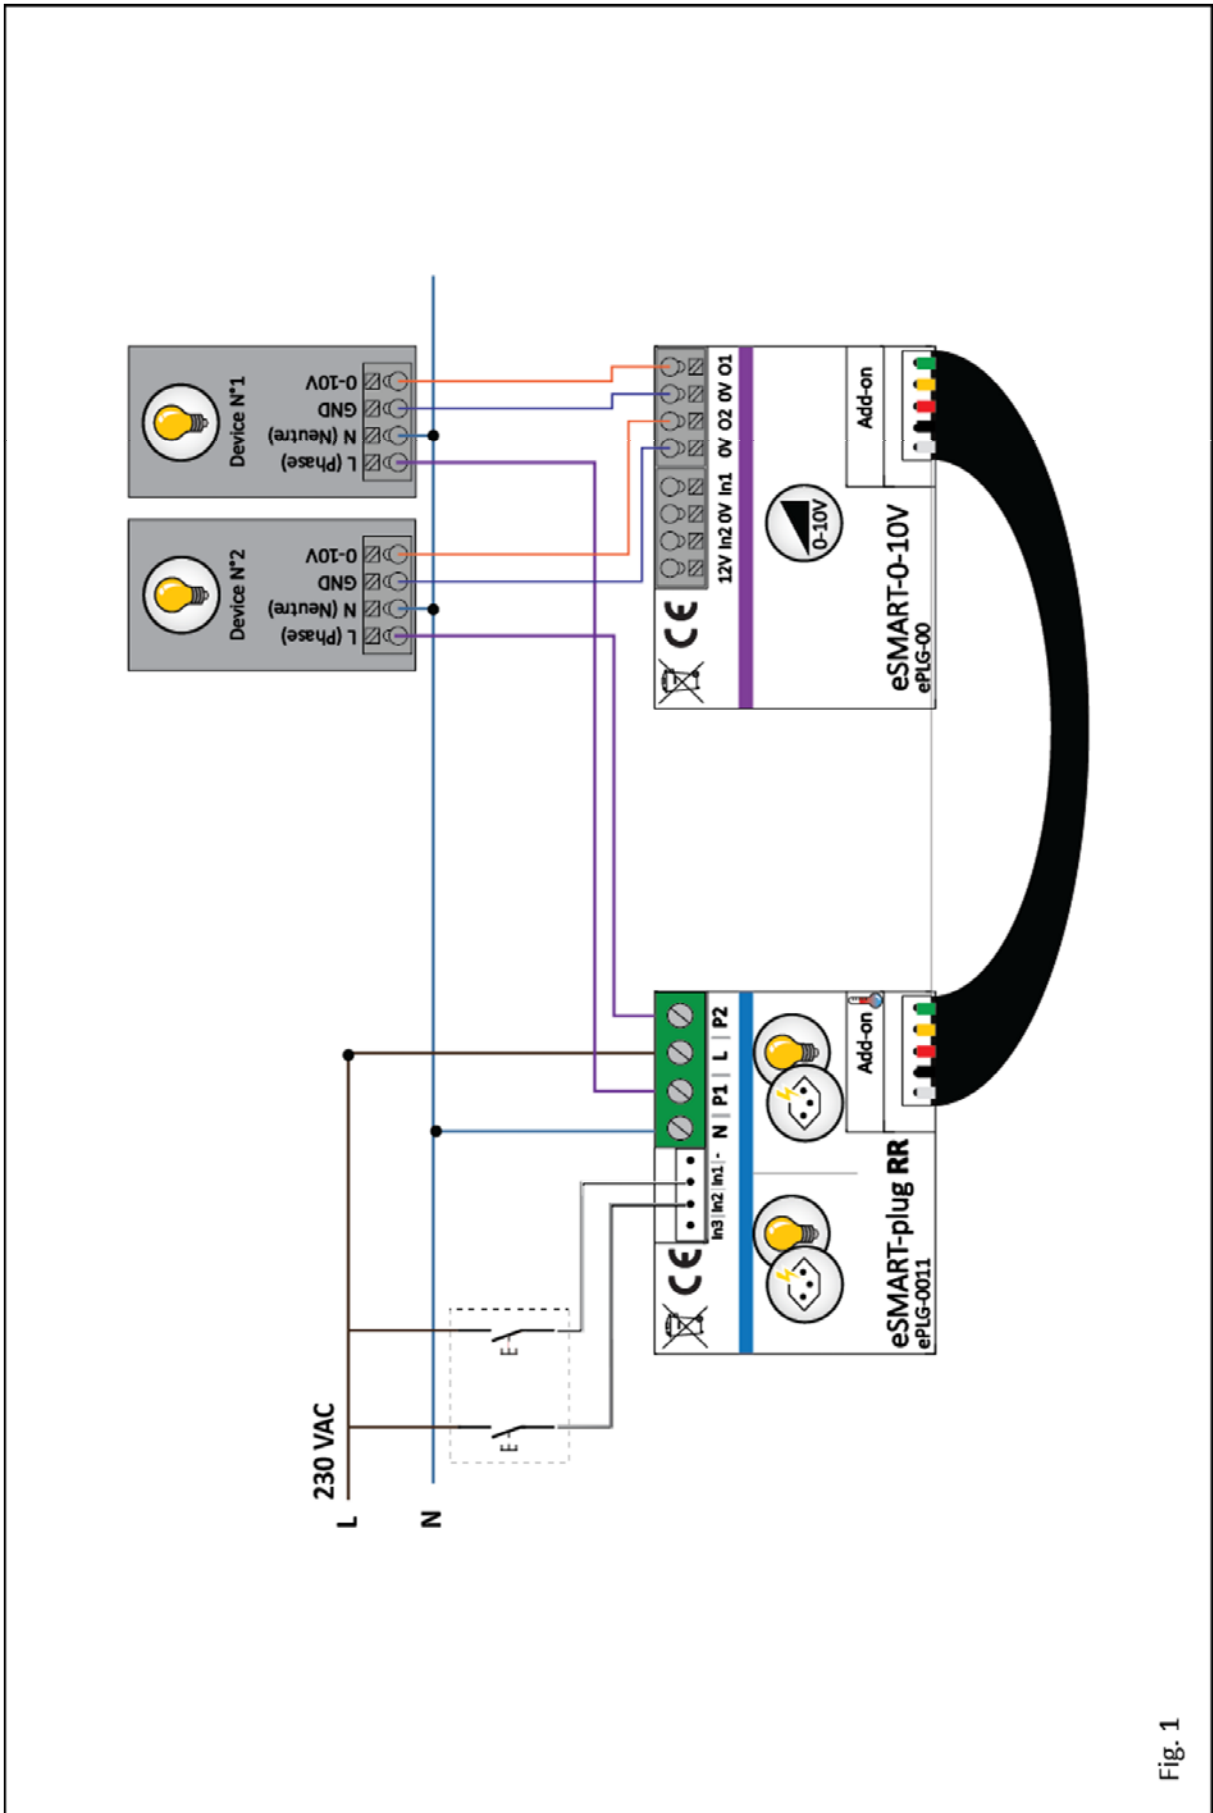

Fig. 1
L'eSMART-analog est composé de 4 bornes à ressort (4, Fig.1). L'eSMART-plug se raccorde sur le réseau électrique 230 V AC/50 Hz.
- Raccordez l'alimentation 230 V AC (1, Fig.1) sur les bornes P et N. Respectivement, la Phase sur la borne P et le Neutre sur la borne N, comme indiqué sur le schéma.
- Raccordez les driver #1 et/ou #2 (1, Fig.1) sur les bornes P1 et P2. Respectivement, le driver #1 sur la borne P1 et/ou la driver #2 sur la borne P2, comme indiqué sur le schéma.
- Raccordez les sorties O1 et/ou O2 (4, Fig.1) sur les drivers respectifs, comme indiqué sur le schéma.
- Le cas échéant, connecter le eSMART-plug-RR (3, Fig.1) sur le connecteur prévu à cet effet.
Das eSMART-analog hat 4 Federkraftklemmen (4, Abb. 1). Das eSMART-plug wird an das Stromnetz 230 V AC/50 Hz angeschlossen.
- Schließen Sie die Stromversorgung 230 V AC (1, Abb. 1) an die P- und N-Klemmen an, und zwar Phase an Klemme P und Neutral an Klemme N, wie in der Abbildung dargestellt.
- Schließen Sie die Dimmer # 1 und / oder # 2 (1, Abb. 1) an die Klemmen P1 und P2 an. D. h., Dimmer # 1 an Klemme P1 und / oder Dimmer # 2 an Klemme P2, wie in der Abbildung dargestellt.
- Schließen Sie die Ausgänge O1 und/oder O2 des eSMART-analog an den jeweiligen Dimmer (4, Abb. 1)
- Schließen Sie gegebenenfalls den eSMART-plu-RR (3, Abb. 1) an den hierfür vorgesehenen Anschluss an.
The eSMART-analog has 4 spring contacts (4, Fig. 1). The eSMART-plug is to be connected to the 230 V AC/50 Hz mains.
- Connect the power supply 230 V AC (1, Fig. 1) to the P and N terminals, namely Phase to terminal P and Neutral to terminal N, as shown in the illustration.
- Connect drivers # 1 and / or # 2 (1, Fig. 1) to the P1 and P2 terminals. I.e., driver # 1 to terminal P1 and / or load # 2 to terminal P2, as shown in the diagram.
- Connect outputs O1 and/or O2 to the driver relative (4, Fig. 1) as shown in the illustration
- If appropriate, connect the eSMART-plug-RR (3, Fig. 1) to the connector provided for that purpose.